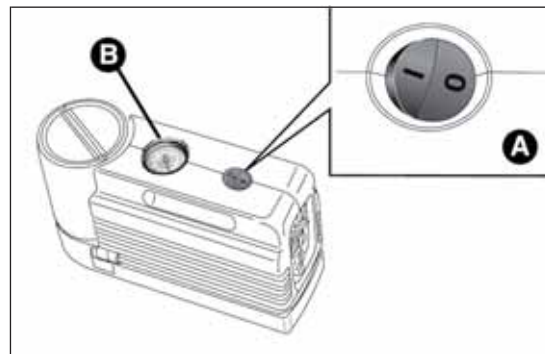
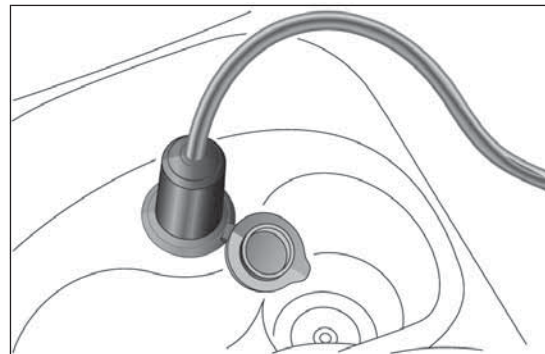

fig. 166
fig. 167
- ☐ asegurarse de que el interruptor A fig. 166 del compresor esté colocado en posición 0 (apagado), arrancar el motor; colocar el enchufe en la toma de corriente situada en el túnel central o en el maletero fig. 167 y accionar el compresor desplazando el interruptor A a la posición I